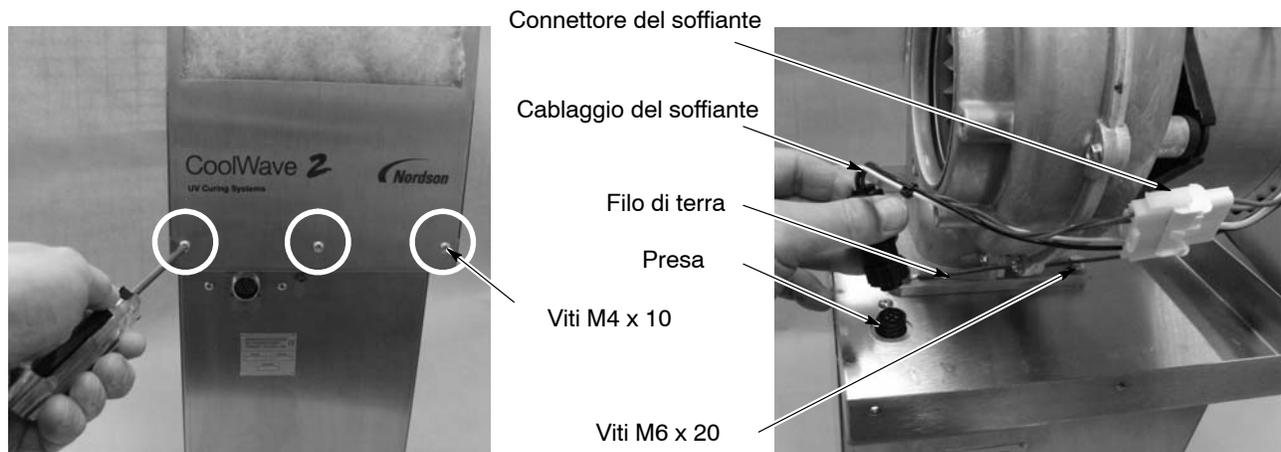

Figura 6-11 Smontaggio della copertura del soffiante
1. Vedi figura 6-11. Rimuovere la copertura del soffiante togliendo le sei viti Philips M4x10 (tre davanti e tre dietro). Mettere da parte la copertura del soffiante.